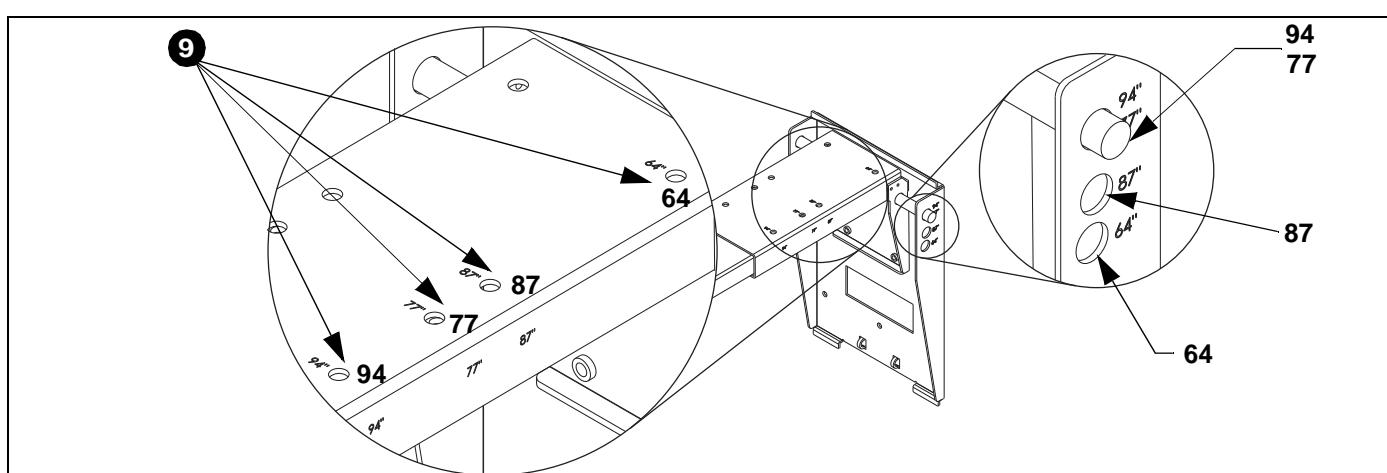

Figura 7
Consulte la figura 7 para colocar el brazo de extensión
- Utilice las piezas de sujeción (que guardó en el paso 1) para conectar el brazo de extensión al soporte SMART Board. (Consulte la figura 7)